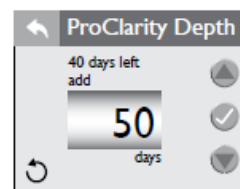

Figura 6.6i
1. No Menu “Water Care” (Cuidados com a água) você pode configurar o temporizador “ProClarity”, Figura 6.6i.